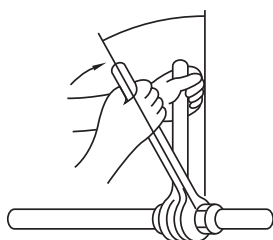

Fig. 4-8
- Sätt på ett tunt lager köldmedelsolja på rörets anslutningsyta. (Fig. 4-8)